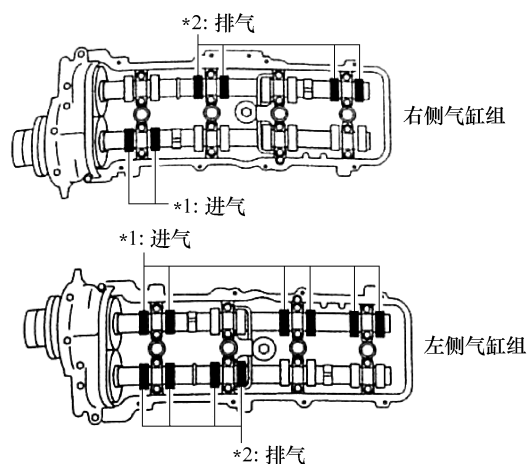

图 1-34 检查气门间隙
③ 如果未对准，则将曲轴旋转 1 周(360°)，并对准正时标记。
① 仅检查指示的气门，见图 1-34。
② 使用塞尺，测量气门挺杆和凸轮轴间的间隙(见表 1-2)。